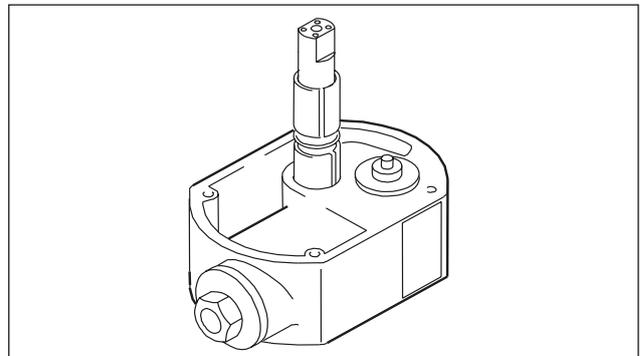

Fig. 19: Montaje del vástago del émbolo
- Para montar la junta anular y los casquillos de los cojinetes se recomienda emplear el vástago del émbolo como guía. Asegúrese de que las ranuras de los casquillos de los cojinetes se dispongan desalineadas (Fig. 19).